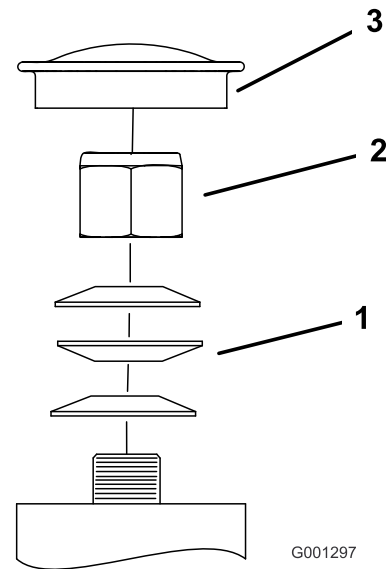

Figure 58
3. Retirez le capuchon antipoussière de la roue pivotante et serrez le contre-écrou (Figure 58).
4. Continuez de serrer le contre-écrou jusqu'à ce que les rondelles élastiques soient aplaties, puis desserrez-le de 1/4 de tour pour obtenir la précharge correcte des roulements (Figure 58).
**Important:** Veillez à placer les rondelles élastiques comme montré à la Figure 58.
5. Remettez le capuchon antipoussière en place (Figure 58).